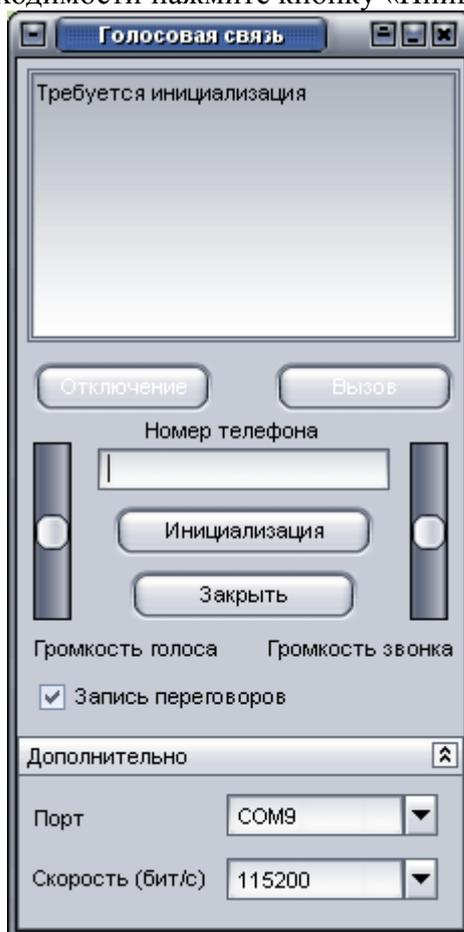

Рисунок 10
4.3.3.2. В окне «Голосовая связь», рисунок 10, нажмите кнопку «Дополнительно». Заполните поля: «Порт» - номер СОМ-порта, к которому подключено устройство связи; «Скорость (бит/с)» - скорость СОМ-порта.
–откройте окно **«Свойства папки»**, рисунок 10, выбрав пункт меню **«Сервис» - «Свойства папки»**.